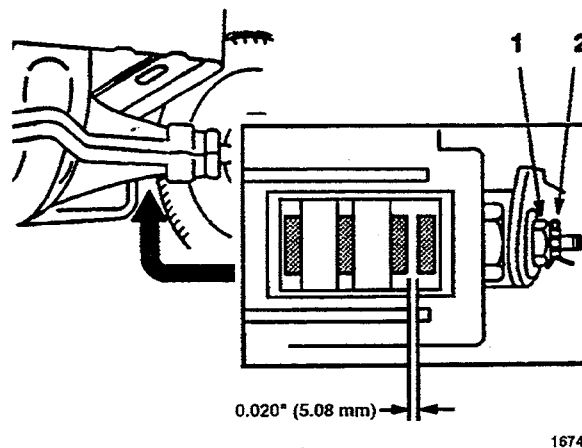

Figure 24
Le frein est situé du côté droit de l'essieu arrière, à l'intérieur du pneu arrière (Fig. 24). Il devra être réglé s'il n'immobilise pas ou n'arrête pas efficacement la machine.
3. Régler le frein en retirant la goupille et en desserrant légèrement l'écrou de réglage (Fig. 24).
4. Introduire avec précaution un calibre d'épaisseur de 5,08 mm entre les deux plaquettes de frein extérieures (Fig. 24).